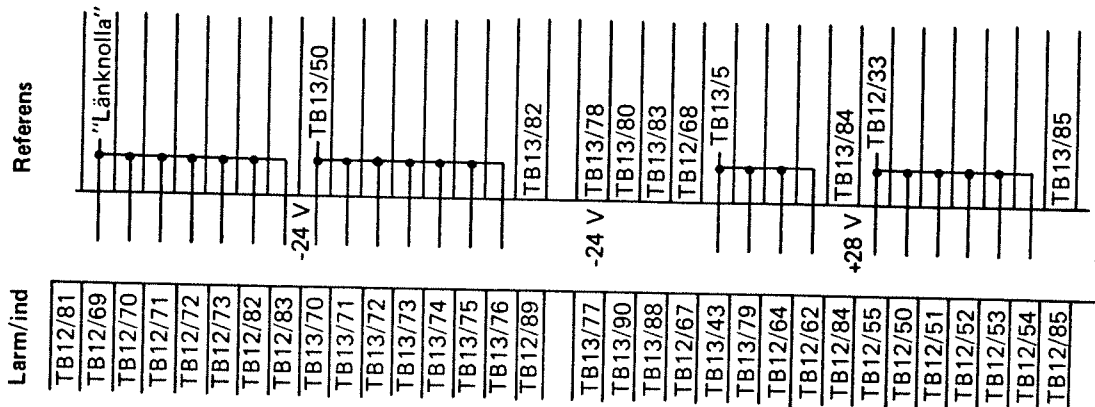

Bild 4
4.2.6.1 Kontrollera först, med hjälp av strömställaren PROV, att lysdioden är hel. Mät därefter i SSMU-boxen på aktuell plint och stift, enligt tabell på bild 4. Om larm finns fram till SSMU-boxen, utför avsnitt 4.2.6.2, i annat fall fortsatt felsökningen mot radaranläggningen med hjälp av ritningsunderlaget.